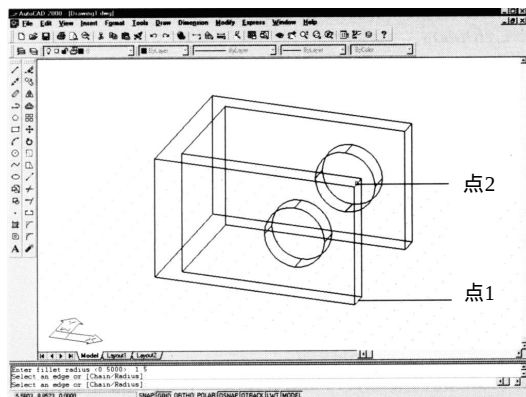

图37-12 待倒角的实体
12) 接下来要用Fillet命令来对实体的直角进行倒角。具体操作参考下面的操作顺序和图37-12。把捕捉关闭，放大图像显示可以使操作更方便。